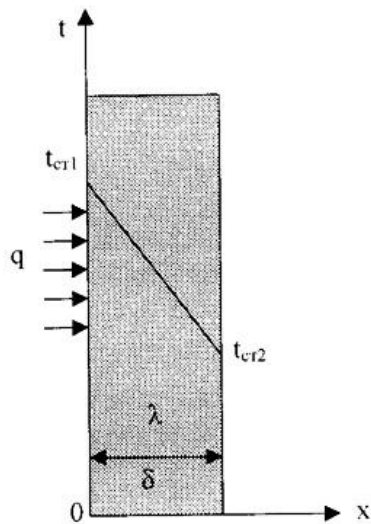

Рис.9.2. Однородная плоская стенка.
1). Однородная плоская стенка (Рис.9.2).